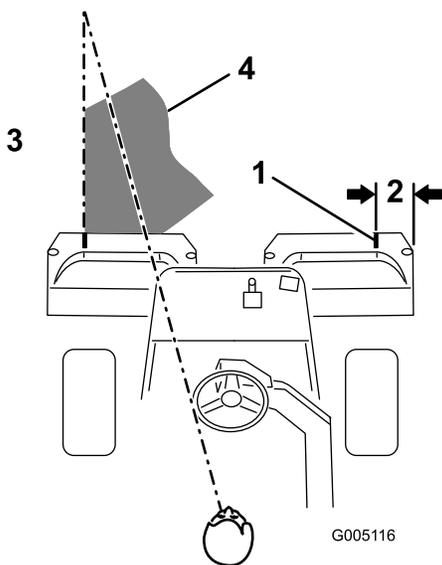

Figura 26
**Nota:** Per assistenza nel mantenimento di una linea retta sul green e nel mantenimento della macchina a una distanza pari dal bordo del taglio precedente, immaginate una linea di visione di circa 1,8–3 m davanti alla macchina fino al bordo della porzione di green non tosata (Figura 26). Includete il bordo esterno del volante come parte della linea di visione, ovvero mantenete il bordo del volante allineato con un punto che viene mantenuto sempre alla stessa distanza dalla parte anteriore della macchina.